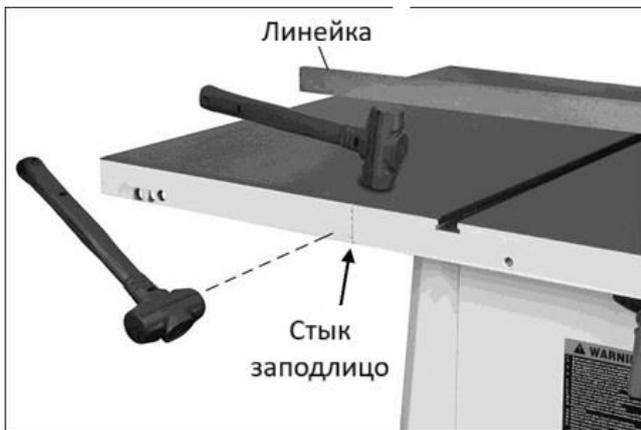

Рис. 6-5: выравнивание расширения стола, метод 1
##### Метод 1 (см. рис. 6-5):
3. Положите линейку на рабочий стол станка и расширение так, чтобы она заходила за край расширения, как показано на рис. 6-5.